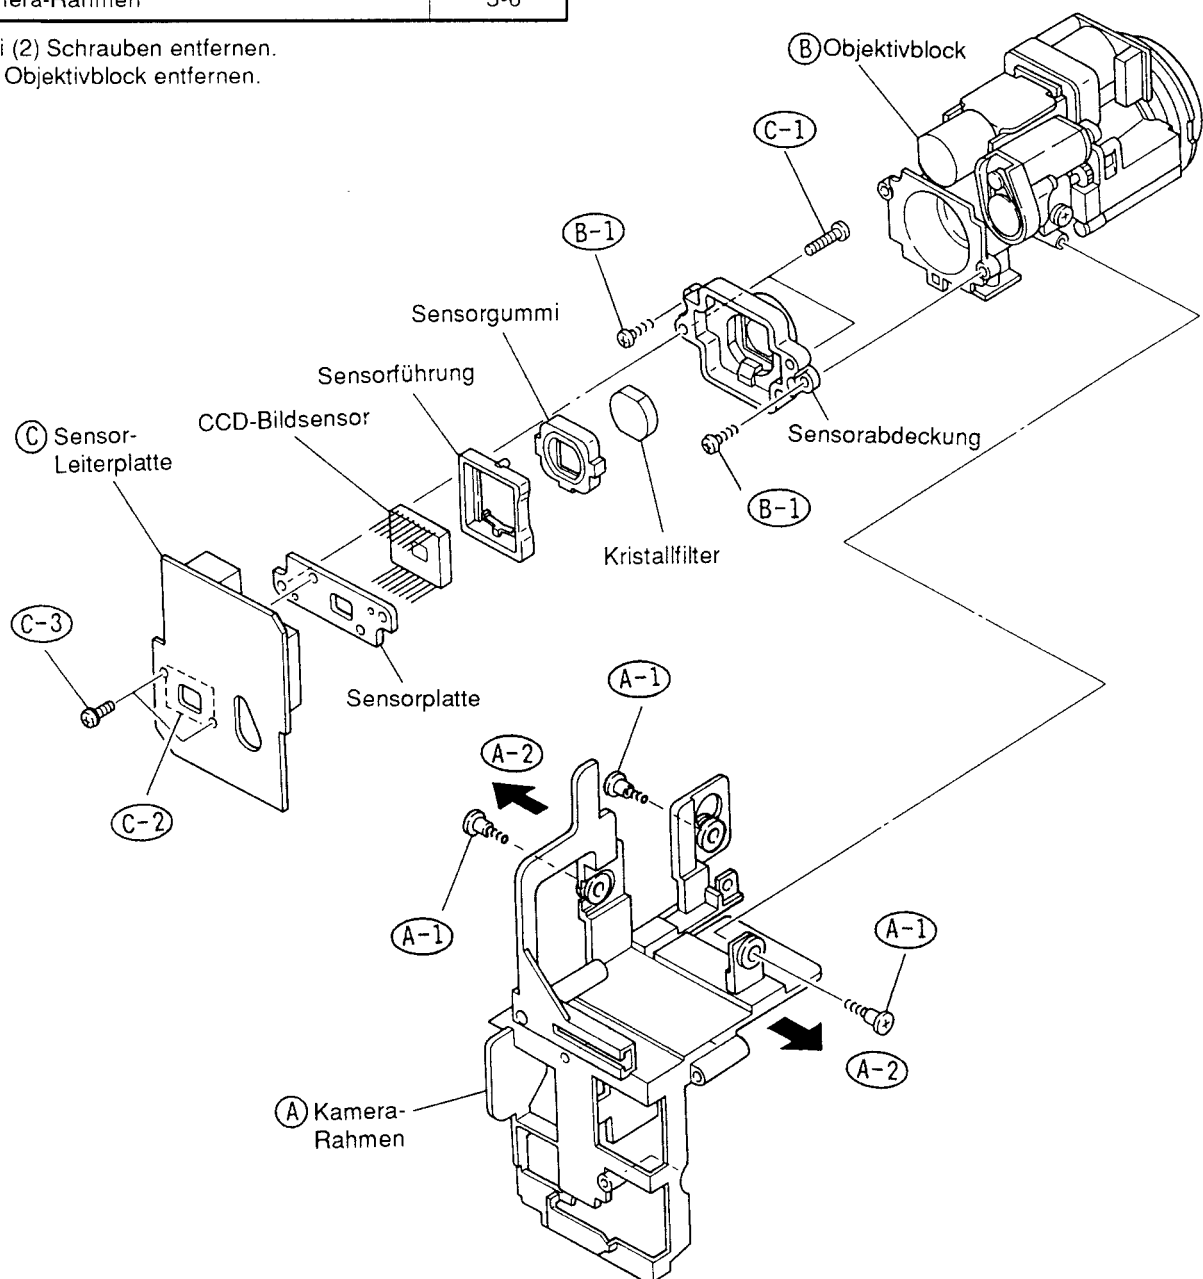

Abb. 3-6
A. Kamera-Rahmen (Abb. 3-6)
- 1) Drei (3) Schrauben entfernen.
B. Objektivblock (Abb. 3-6)
- 1) Zwei (2) Schrauben entfernen.
C. Sensor-Leiterplatte (Abb. 3-6)